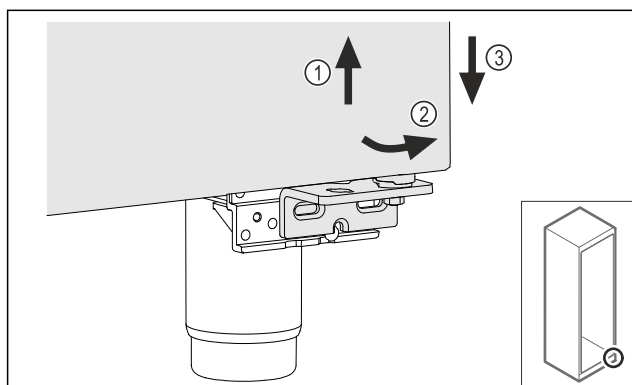

Fig. 14
- Levantar ligeramente la puerta Fig. 14 (1): inclinarla hacia delante por la parte inferior Fig. 14 (2) y bajarla Fig. 14 (3).